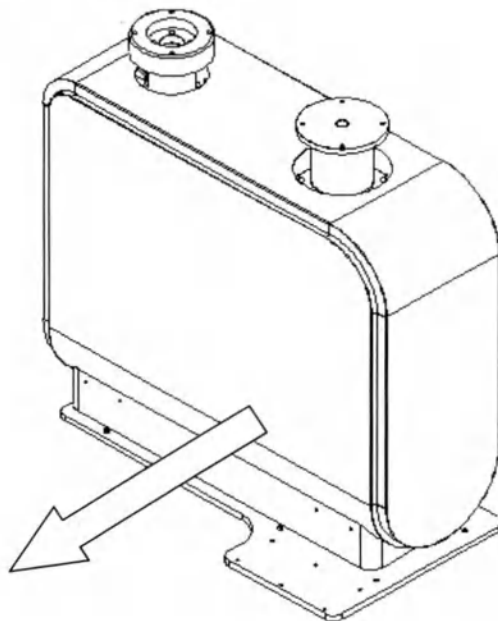

Рисунок 1.
- 2) Разберите упаковочные материалы, выньте педали ⑦ и ⑧ основание проектора.
- 3) Выньте запчасти из упаковочных материалов, отвинтите винт боковой панели с помощью гаечного ключа (См. рис. 1.).